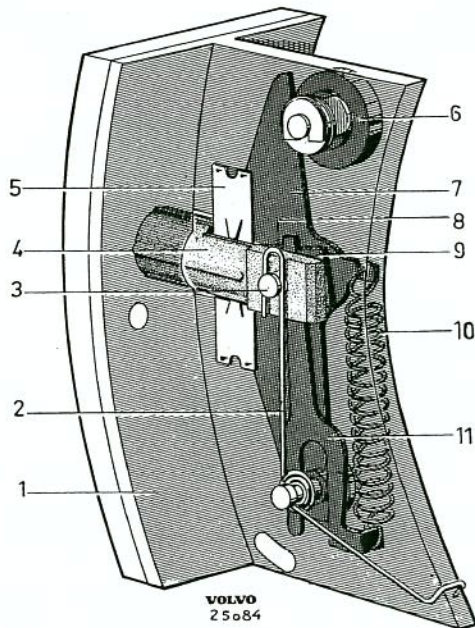

Bild 3. Självjusteringsanordning.
Självjusteringen (bild 3) fungerar enligt följande.
- Pressa in kontaktpluggen (4 bild 3) och kontrollera att kilen (11) är i sitt inre läge.
- Koppla av fjädern (10) för kilen samt fjädern (2) för kontaktpluggen.
- Tag bort hävarm (7), kil (11), kontaktplugg (4), dämpningsfjädrar (5) samt styrklack (8).
- Montera styrklacken (8 bild 3). Byt ut kontaktpluggen och montera den nya på sin plats i bromsbacken. Lagg kilen (11) på sin plats med den släta sidan mot styrklacken.
- Pressa in kontaktpluggen så långt, att hålet i denna kommer mitt för hålet i bromsbacken och montera hävarm (7) och fjäder (2) för kontaktplugg.
- Koppla på fjäder (10) för kil och montera dämpningsfjädrarna.